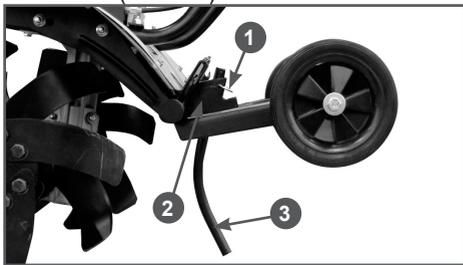

Рис. 17 Установка транспортировочной тележки и сошника в рабочее положение
поднимите транспортировочную тележку вверх до упора. Отпустите рычаг фиксатора, транспортировочная тележка должна остаться в верхнем положении (Рис. 17).
3. Извлеките шплинт и переставьте сошник в кронштейн в рабочее положение (Рис. 17).